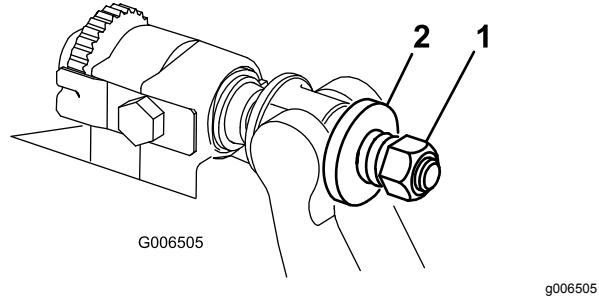

Bild 32
4. Ziehen Sie die Federspannungsmutter an, bis die Feder zusammengedrückt ist, drehen Sie sie dann eine halbe Umdrehung heraus (Bild 32).